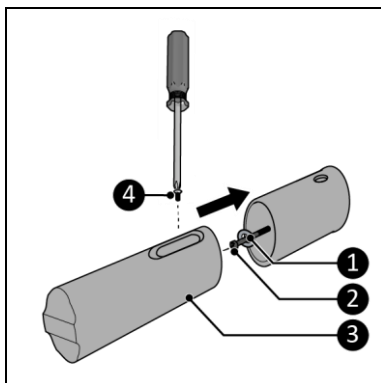

Figura 9
7. Însurubați cele patru suporturi exterioare de perete cu șuruburi autofiletante (Figura 9, poz. 2) și inele de distanțare (Figura 9, poz. 1) în cele patru dibluri.
9. Atașați cele patru suporturi de perete interioare (Figura 9, poz. 3) la suporturile de perete exterioare cu ajutorul unor șuruburi mici (Figura 9, poz. 4), folosind o șurubelniță Phillips.